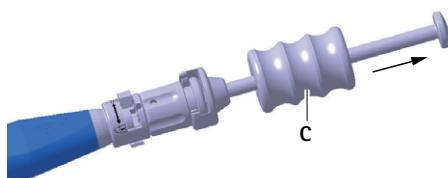

Abb. 6 Probeimplantat/Implantat mit Schlaghammer ausschlagen
- ▶ Probeimplantat D mit Schlaghammer C vorsichtig aus Bandscheibenfach herauschlagen, siehe Abb. 6.
- ▶ Implantat a mit Schlaghammer C vorsichtig aus Bandscheibenfach herausschlagen, siehe Abb. 6.